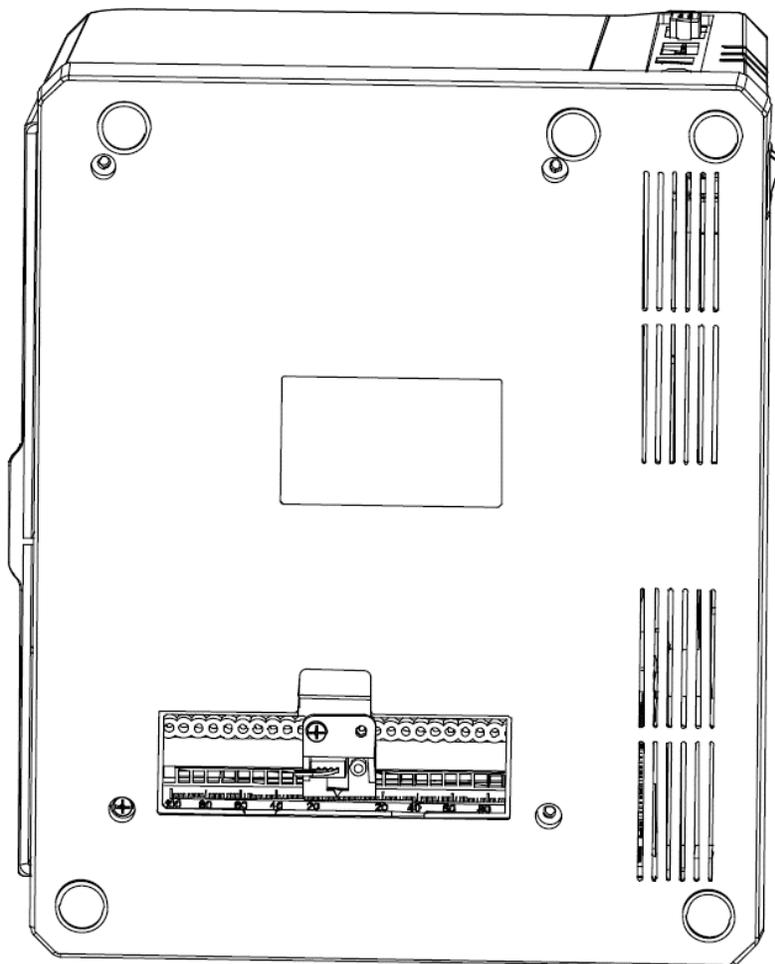

Figura 7-7
4. Retire la cubierta del sensor de medios, quite el tornillo, ajuste el sensor de medios a la posición apropiada, después coloque de nuevo el tornillo (Figura 7-7).